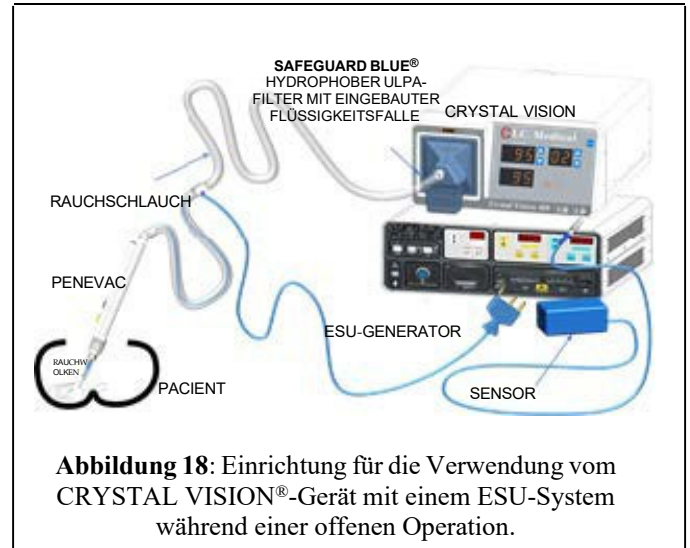
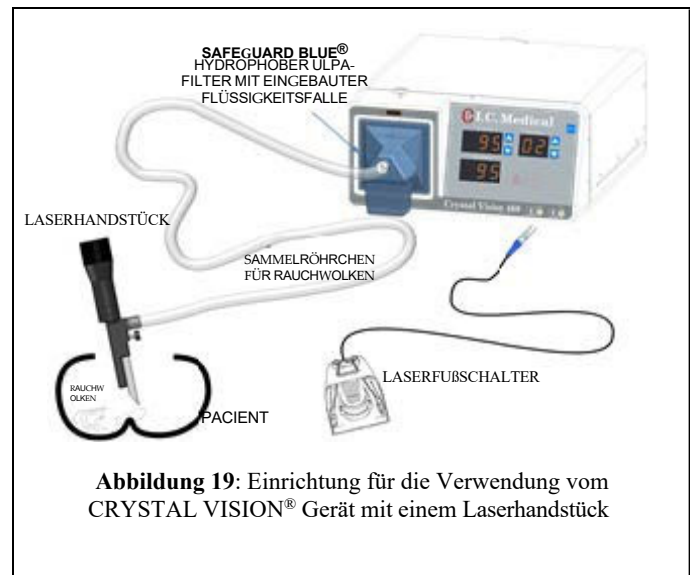

Abbildung 18: Einrichtung für die Verwendung vom **CRYSTAL VISION®**-Gerät mit einem ESU-System während einer offenen Operation.
Abbildung 19: Einrichtung für die Verwendung vom **CRYSTAL VISION®** Gerät mit einem Laserhandstück
3. Siehe Abbildung 18 oder Abbildung 19 für die Einrichtung.